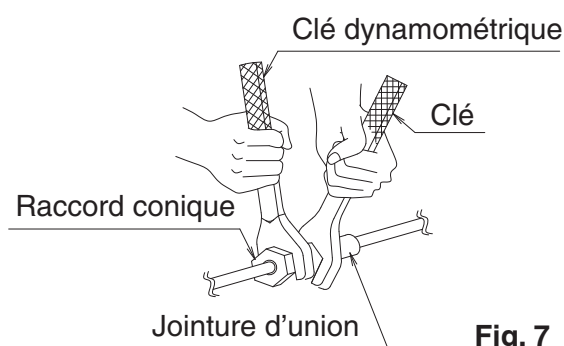

Fig. 7
- Lors du raccordement des tuyauteries à le climatiseur, assurez-vous d'utiliser une clé et une clé dynamométrique comme indiqué dans la Fig. 7.